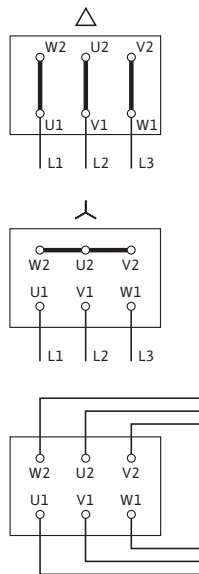

fig. 12: Netaansluiting
- Het aansluitschema voor de elektrische aansluiting bevindt zich in het deksel van klemmenkast (zie ook fig. 12).
- De netaansluiting op het klemmenbord is afhankelijk van het nominale motorvermogen P_2 , van de netspanning en van het inschakeltype. De vereiste schakeling van de verbindingsbruggen in de klemmenkast vindt u in de volgende tabel en op fig. 12.